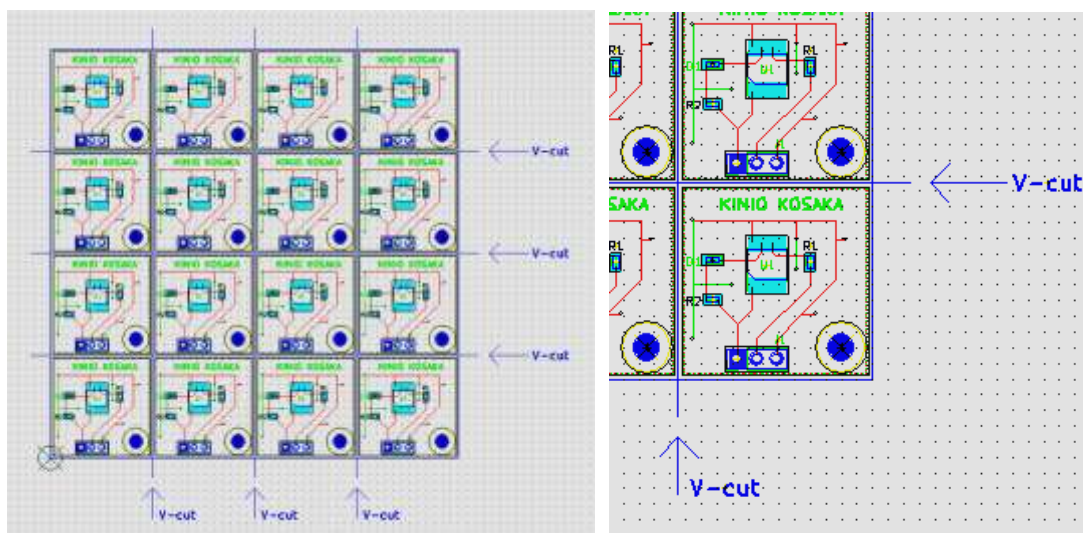

図 11-3
(7) 面付け基板用外形線とVカットラインを描く 図 11-3
- ① グリッドを 2.5000mm (98.43mils) にします。
- ② レイヤー「Eco2. User」を選択します。
- ③ 右ツールバー  「図形ラインを追加」を選択します。
- ④ 4×4 面付け基板レイアウト全体を囲む 100mm×100mm の外形線を描きます。
- ⑤ V カットラインを外形線を突き抜けるかたちで縦横に描きます。
- ⑥ V カットを示す矢印図形と“V-cut”の文字を配置します。 19 ページ「(19) 基板に名前などを書く」